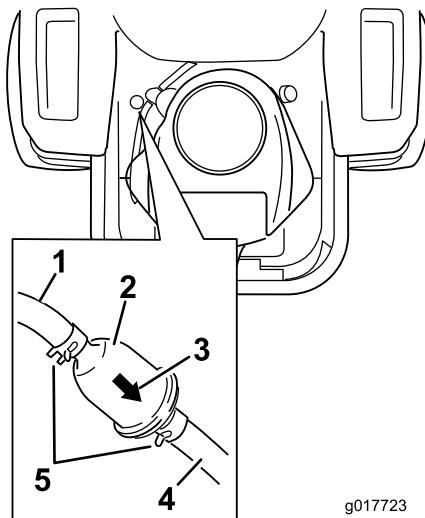

Figura 51
4. Sollevate il sedile e individuate i filtri del carburante come mostrato in Figura 51.
7. Montate un nuovo filtro con la freccia della direzione del flusso proveniente dal serbatoio del carburante e rivolta verso il motore. Spostate le fascette stringitubo in prossimità del filtro (Figura 51) per bloccarlo.